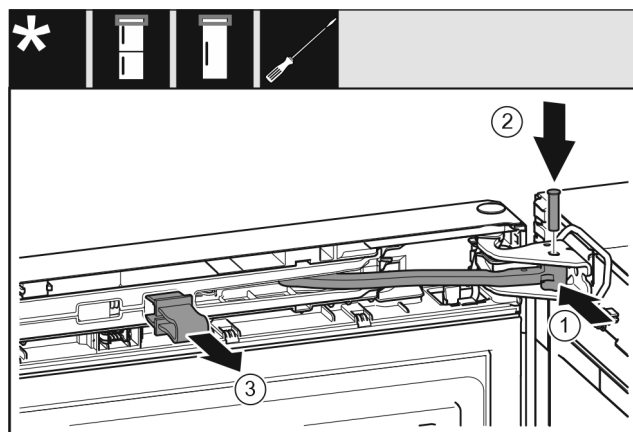

Fig. 30
- ▶ Otočte kloub Fig. 30 (1) ve stojanu ložiska.
- ▶ Vložte čep Fig. 30 (2) do stojanu ložiska a kloubu. Přitom dávejte pozor, aby byla zajišťovací vačka správně usazena v drážce.
- ▶ Pojistku Fig. 30 (3) vytáhněte.